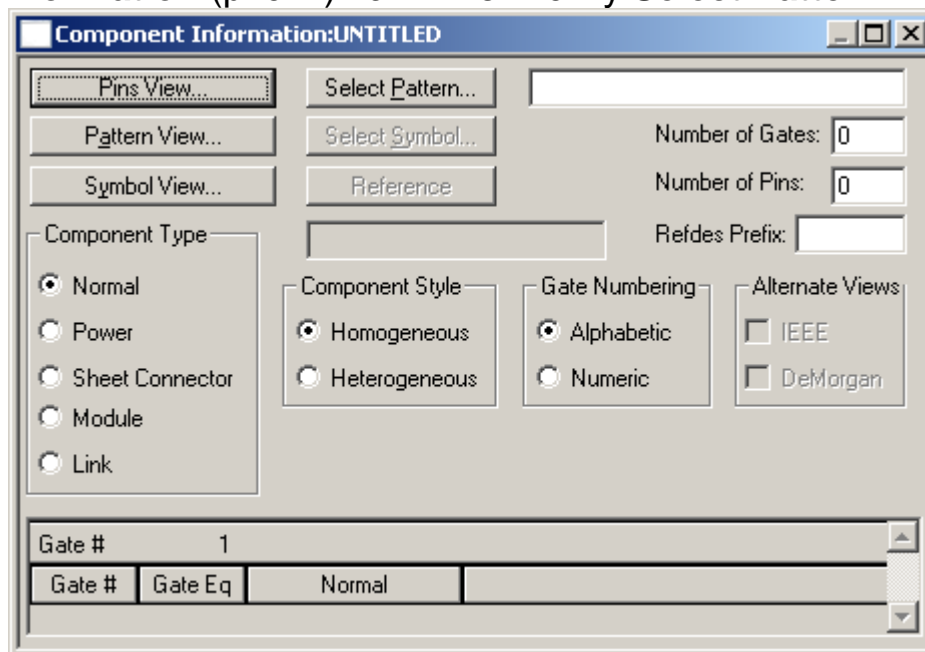

Рис. 2 Окно **Component Information**
- 2.3 Работа начинается с выбора корпуса компонента, так как одни и те же символы на принципиальной схеме могут обозначать очень разные типы компонентов. В окне **Component Information** (рис. 2) нажмите кнопку **Select Pattern**.